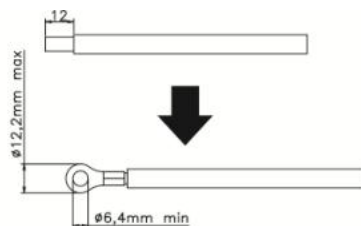

Bild 7
Schritt 2. Verwenden Sie für die Plusleitung ein rotes Kabel und für die Minusleitung ein schwarzes. Isolieren Sie beide Batteriekabeln um 12 mm ab und bringen je eine Ringkabelschelle an. (Siehe Bild 7)